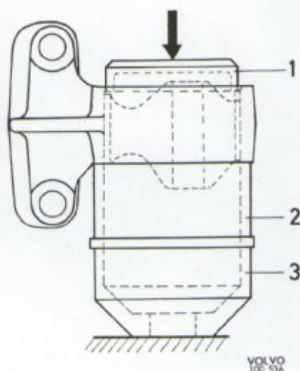

Bild 1. Demontering av gummikudde
2. Använd hylsan till verktyg SVO 2437 (3 bild 1) och distanshylsan (2) som underlägg och pressa ur kudden med hjälp av plattan (1).